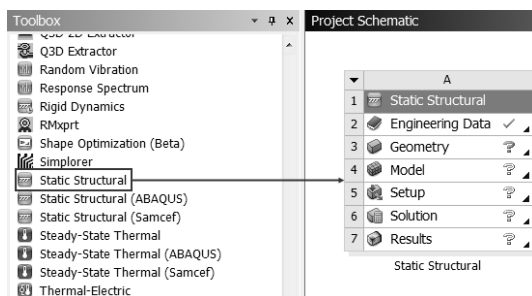

图 5-88 创建分析项目 A
Step2 : 双击主界面 Toolbox (工具箱) 中的 Analysis Systems Static Structural (静态结构分析) 命令, 即可在 Project Schematic (项目管理区) 创建分析项目 A, 如图 5-88 所示。